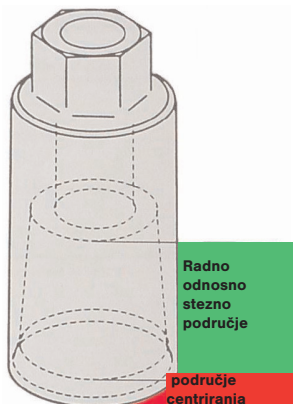

Rysunek 2
- należy podczas pracy równomiernie rozkładać siłę (rys. 2)
aplicând o forță uniformă (Fig. 2)